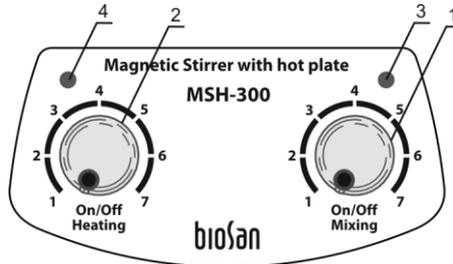

Fig.2 Panneau de configuration
- 4.3. En utilisant le bouton **Mixing** (Fig. 2/1), activez le mode de mélange (**On**) et réglez la vitesse requise. La luminosité du voyant de mélange (Fig. 2/3) augmente avec des paramètres de vitesse élevés.
- 4.4. En utilisant le bouton **Heating** (Fig. 2/2), activez le chauffage (**On**) (le voyant du chauffage (Fig. 2/4) s'allumera) et réglez la température requise. Le voyant du chauffage restera allumé jusqu'à ce que la température définie soit atteinte (il se mettra alors à clignoter).